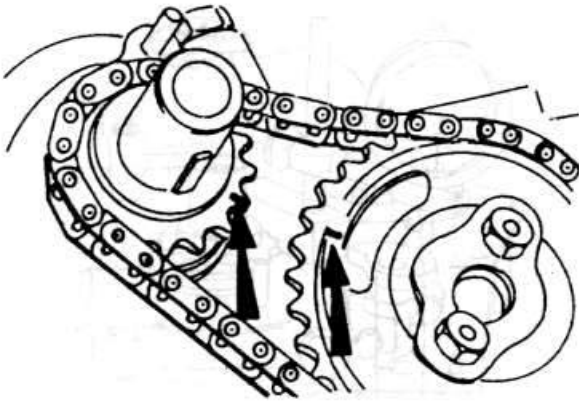

Рис. 2.31
- ♦ Установите на распредвал шестерню вместе с цепью. Метки на шестернях коленвала и распредвала должны находиться на одной линии, если ветвь цепи, передающая приводную силу, напряжена (рис. 2.31).